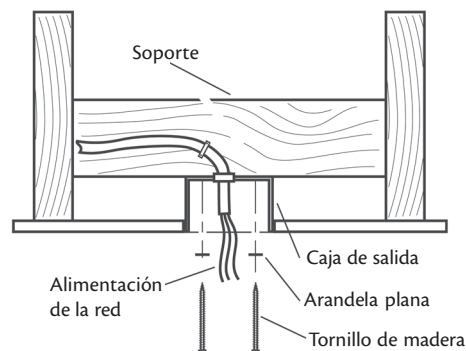

Figura 2b
2. Taladre dos agujeros piloto en la estructura de soporte de madera a través de los agujeros más exteriores en la caja de salida. Los agujeros piloto deben tener 9/64" de diámetro y estar separados 3.75". Vea la Figura 2b.
4. Introduzca los tornillos en los agujeros piloto en el techo y apriete completamente. Vea la Figura 2b.